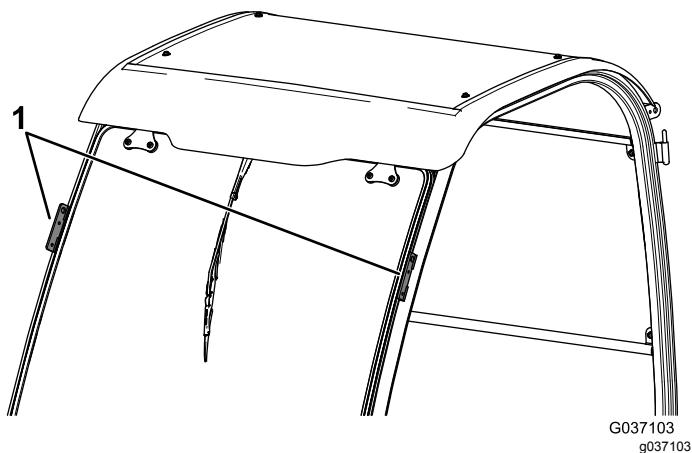

Figura 11
4. Sollevate il telaio della cabina utilizzando i punti di sollevamento e posizionate lo sulla macchina (Figura 11).